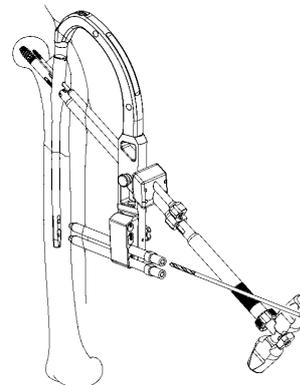

図9
- 9) ディスタルスクリュー用ドリルで穴あけの際は、スタビライザーとしてラグスクリューTレンチを接続した状態で遠位部ドリリングを行うことができます。(図9)